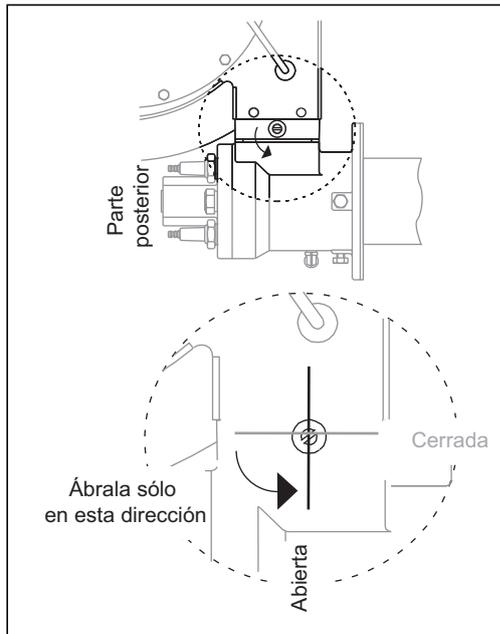

Figura 4.1. Válvula de mariposa de aire
8. Compruebe que el actuador abre la válvula de mariposa de aire hacia la parte posterior del quemador tal como se muestra en la figura 4.1. Si no lo hace, consulte la información del actuador para obtener instrucciones sobre cómo invertir la dirección.